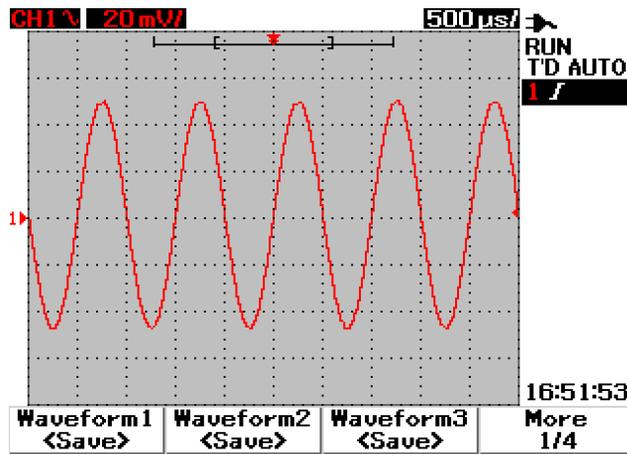

图 3-42 <Save> 显示表示没有保存波形，可按 F1 将波形保存到 Waveform 1。
- 4 在图 3-42 中，按 F1 将波形保存到 Waveform 1。